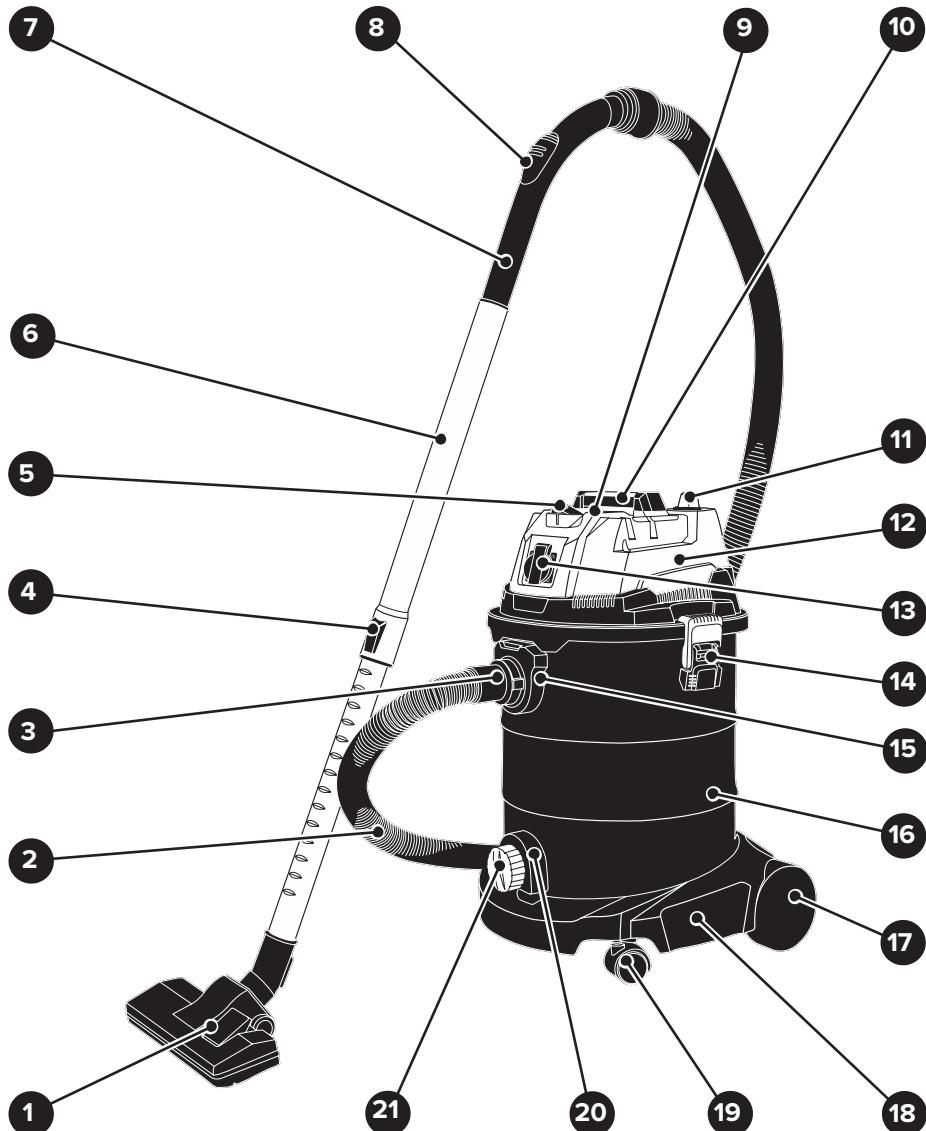

Рисунок 1 — Общий вид пылесоса
- Разблокируйте защелки замков 14 с обеих сторон пылесоса и за ручку 10 снимите блок электродвигателя 12 (см. рис. 1 и схему сборки).
- Снимите фильтр-мешок тканевый (см. рис. 1, схему сборки и табл. 2) с отбортовки бака 16. В случае заполнения фильтр-мешка замените его.
- Насадка и шланг гофрированный 2 должны свободно пропускать всасываемый воздух и воду. Не допускайте засорения насадок мусором. Для очистки фильтра воздушного моющегося НЕРА от пыли и грязи, при включенном пылесосе несколько раз нажмите на кнопку 11 (см. рис. 1).
- Проверьте правильность сборки пылесоса (см. рис. 1 и схему сборки).
- Вращательным движением растроб 3 шланга гофрированного 2 установите в выдувное отверстие 9 в верхней части блока электродвигателя 12, и зафиксируйте его (см. рис. 1 и схему сборки).
- Если длины шланга гофрированного 2 недостаточно, например: при уборке потолка и стен, присоедините к патрубку 7 удлинитель телескопический 6 (см. рис. 1), и установите насадку щелевую, или насадку для уборки пола 1, или щетку круглую (см. схему сборки и табл. 2).
- На блоке электродвигателя 12 установлена розетка 13 для подключения электроинструмента (см. рис. 1 и схему сборки).
- После установки соответствующего фильтра, за ручку 10 установите блок электродвигателя 12 на бак 16 (см. рис. 1). С помощью защелок заблокируйте замки 14.
- Вращательным движением раstra 3 шланга гофрированного 2 установите во фланец для подключения 15 (см. рис. 1). Установку произведите так, чтобы замок (выступ) на растре 3 вошел в фиксирующий паз фланца для подключения 15.
- ВНИМАНИЕ!** Перед началом работы с пылесосом внимательно изучите порядок действий с переключателем трехпозиционным 5 (см. рис. 1):
- Пылесос оснащен следующими принадлежностями (см. табл. 2 и рис. 1): шланг гофрированный 2, удлинитель телескопический 6, щелевая насадка, насадка для уборки пола 1, щетка круглая, переходник ступенчатый для подключения к пылеотводящему патрубку электроинструмента и другие детали.
- Далее очищенный воздушный поток проходит через электродвигатель пылесоса и, охлаждая его, выходит через выпускное отверстие 9 (см. схему сборки и рис. 1) в помещение.
- Потяните на себя защелки замков 14 с обеих сторон бака 16 (см. рис. 1 и схему сборки), и откройте замки. За ручку 10 снимите блок электродвигателя 12. Если в баке 16 лежат принадлежности и комплектующие детали пылесоса, то необходимо вынуть их.